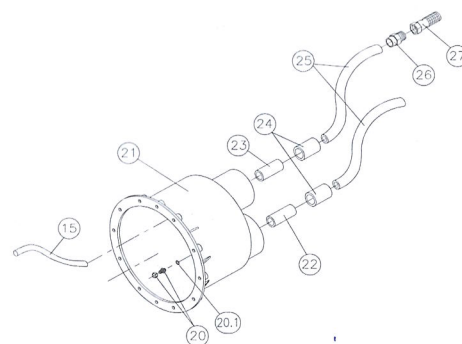
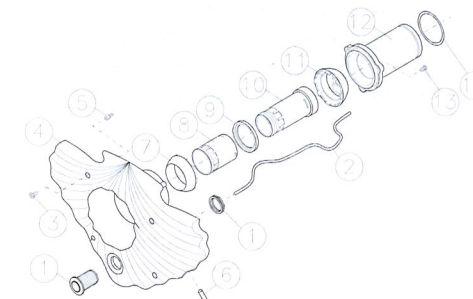
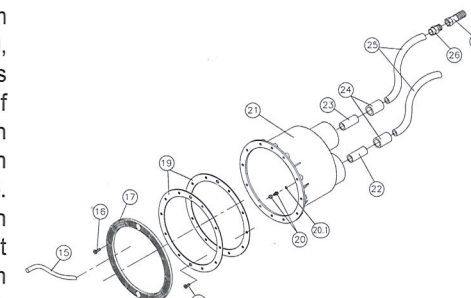
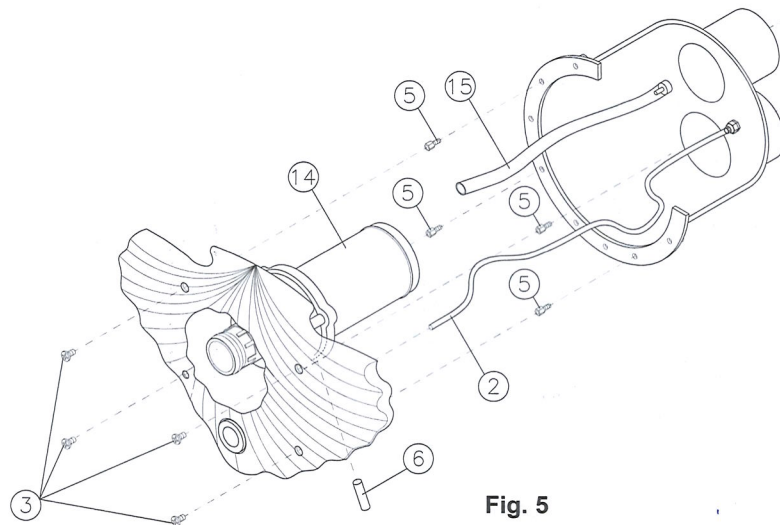

Fig. 2
Fig. 3
Fig. 4
Fig. 5
The transparent pipe (no.2, fig. 2) is to be connected to the microswitch located on the upper right-hand part of the panel. It is very important to ensure that the transparent pipe has no bends in it. The hydropneumatic panel consists of:
3.1 Um das Gehäuse (Nr.21, Fig.2) an einer Betonwand anzubringen, brauchen Sie nur die im Kapitel 2 (Aufstellungsort) angegebenen Anweisungen durchzuführen.
4.1 Das Gehäuse wird mit den schon eingebauten Rohren Nr.22 und 23, (Fig.2) geliefert; außerdem wird eine der Hülzen (Nr.24, Fig.2) im Rohr Nr.22. verleimt geliefert. Sobald wir das Gehäuse gemäß der Anweisungen des Kapitels 2 an der Wand befestigt haben, nehmen wir die Installation der Luft- und Pneumatikleitungen vor.
Diese Leitung besteht aus einer Hülse (Nr.24), einem Schlauch (Nr.25), einem Außengewinde (Nr.26) und einem Fußventil (Nr.27). Alle diese Teile werden montiert geliefert, weshalb wir nur das Ende der Hülse (Nr.24) am schon im Gehäuse installierten Rohr (Nr.23) ankleben müssen. Es ist wichtig, das Luftleitungsrohr an der Wand des Aufstellungsorts zu befestigen und darauf zu achten, daß das Fußventil im obersten Teil liegt, womit wir die Ansaugung von Schmutz vermeiden (siehe Fig. 8, Seite 42). Schließlich installieren wir noch den Schlauch (Nr.15, Fig. 2), indem wir ihn mit Druck in die Kanüle einführen, die sich im Inneren des Gehäuses befindet (siehe Fig.5, Seite 39).
Diese Leitung besteht aus einem Rohr (Nr.22), einer Hülse (Nr.24) und einem Schlauch (Nr.25). Da das Rohr (Nr.22) und die Hülse (Nr.24) schon im Gehäuse installiert sind, müssen wir nur das Rohr (Nr.25) anleimen. Bevor wir das Ende des Rohrs (Nr.25) an der Hülse (Nr.24) befestigen, führen wir das Transparentrohr (Nr.2, Fig.3) durch die Öffnung des Gehäuses ein und befestigen es mittels der dort vorhandenen Zwingen (Nr.20 und 20.1, Fig.2). Nach Durchführung dieser Operation verleimen wir das Rohr (Nr.25) mit der Hülse (Nr.24). Das Ende des Rohrs (Nr.2, Fig. 3) wird nun an den Mikroschalter angeschlossen, der sich auf einer Seite der Hydropneumatiktafel befindet, welche im HIDROJET einbegriffen ist.
5.1 Um Gas Gehäuse in einer Wand mit Liner zu befestigen, müssen die im Kapitel 2 gegebenen Anweisungen befolgt werden (Aufstellungsort). Wir befestigen die Dichtungen (Nr.19, Fig.4) mittels der Schrauben (Nr.18, Fig.4) am Gehäuse (Nr.21, Fig.4), wobei wir darauf achten, daß sich der Liner zwischen den beiden Dichtungen (Nr.19, Fig.4) befindet. Schließlich befestigen wir noch den Ring (Nr.17, Fig.4), indem wir die Schrauben (Nr.16, Fig.4) anziehen.
6.1 Das Gehäuse wird mit den schon eingebauten Rohren Nr.22 und 23 (Fig.4) geliefert; außerdem wird eine der Hülzen (Nr.24, Fig.4) im Rohr Nr.22 verleimt geliefert. Sobald wir das Gehäuse gemäß der Anweisungen des Kapitels 2 an der Wand befestigt haben, nehmen wir die Installation der Luft- und Pneumatikleitungen vor.
Diese Leitung besteht aus einer Hülse (Nr.24), einem Schlauch (Nr.25), einem Außengewinde (Nr.26) und einem Fußventil (Nr.27). Alle diese Teile werden montiert geliefert, weshalb wir nur das Ende der Hülse (Nr.24) am schon im Gehäuse installierten Rohr (Nr.23) ankleben müssen. Es ist wichtig, das Luftleitungsrohr an der Wand des Aufstellungsorts zu befestigen und darauf zu achten, daß das Fußventil im obersten Teil liegt, womit wir die Ansaugung von Schmutz vermeiden (siehe Fig. 8, Seite 42). Schließlich installieren wir noch den Schlauch (Nr.15, Fig.4) indem wir ihn mit Druck in die Kanüle einführen, die sich im Inneren des Gehäuses befindet (siehe Fig. 5, Seite 39).
Diese Leitung besteht aus einem Rohr (Nr.22), einer Hülse (Nr.24) und einem Schlauch (Nr.25). Da das Rohr (Nr.22) und die Hülse (Nr.24) schon im Gehäuse installiert sind, müssen wir nur das Rohr (Nr.25) anleimen. Bevor wir das Ende des Rohrs (Nr.25) an der Hülse (Nr.24) befestigen, führen wir das Transparentrohr (Nr.2, Fig.3) durch die Öffnung des Gehäuses ein und befestigen es mittels der dort vorhandenen Zwingen (Nr.20 und 20.1, Fig.4). Nach Durchführung dieser Operation verleimen wir das Rohr (Nr.25) mit der Hülse (Nr.24).
Das Ende des Rohrs (Nr.2, Fig.3) wird nun an den Mikroschalter angeschlossen, der sich auf einer Seite der Hydropneumatiktafel befindet, welche im HIDROJET einbegriffen ist.
7.1 Die Komplett Stirnseite wird montiert geliefert und besteht aus den Teilen Nr.1 bis Nr.14 (siehe Fig.3), außer dem Transparentrohr Nr.2 das schon im Gehäuse installiert ist (siehe Fig. 5).
- Schließen Sie das Rohr Nr.15 an, indem Sie es in der Kanüle Nr.6 der Stirnseite einfügen (siehe Fig. 5).
- Ziehen Sie die vier Distanzschrauben Nr.5 im Gehäuse an (siehe Fig. 5).
- Setzen Sie die komplette Stirnseite im Gehäuse ein, indem Sie sich versichern, daß der Dichtring Nr.14 in der Antriebsöffnung ($\varnothing 75$ mm.) zu liegen kommt, siehe Fig. 5.
- Ziehen Sie nun die Schrauben Nr.3 an (siehe Fig. 5) und sobald diese Schrauben fest sitzen, ist die Stirnseite installiert.